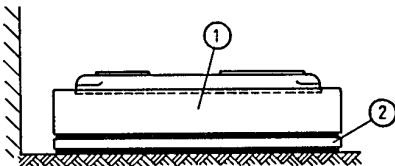

Abb. 4.6a Geräuschdämpfende Aufstellung
Eine Schallminderung (Abb. 4.6a) kann durch Isolierung des Fundamentes (1) vom Fußboden mittels einer geeigneten Dämmplatte (2) und durch Einsatz von geeigneten Kompensatoren zwischen Rohrleitung und Pumpe erreicht werden. Das Fundament (1) darf keine feste Verbindungen mit dem Boden oder den Wänden aufweisen.